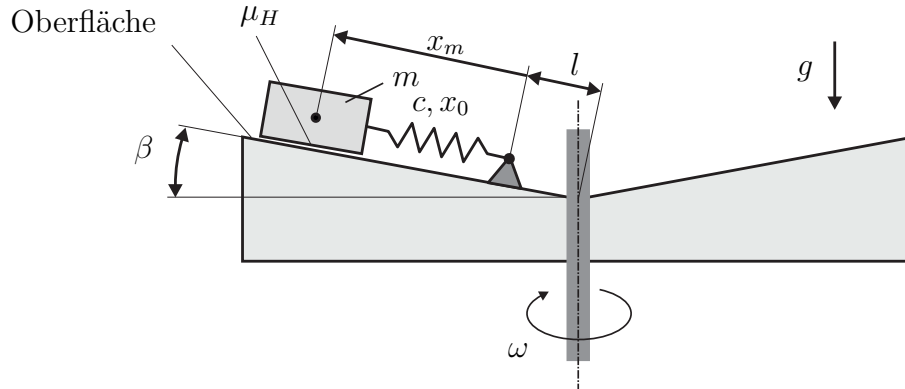

Abbildung 2: Drehteller.
2. Betrachten Sie den Drehteller aus Abbildung 2, welcher sich mit konstanter Winkelgeschwindigkeit  $\omega$  dreht. Die Geschwindigkeit  $\dot{x}_m$  sowie die Beschleunigung  $\ddot{x}_m$  der Masse  $m$  sind für die nachfolgende Untersuchung Null. Der Haftreibungskoeffizient zwischen dem Drehteller und der Masse  $m$  beträgt  $\mu_H$ . Der Winkel  $\beta$ , die Länge  $l$ , der Abstand  $x_m$ , sowie die entspannte Länge der Feder  $x_0$  und die Federkonstante  $c$  sind bekannt. 8 P.